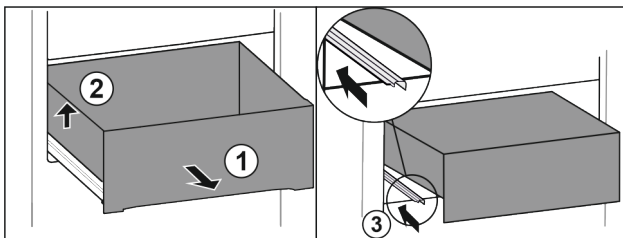

Fig. 89
- ▶ Extraiga el cajón hasta el tope. Fig. 89 (1)
- ▶ Levante el cajón por la izquierda. Fig. 89 (2)
- ▶ Retraiga la guía izquierda. Fig. 89 (3)